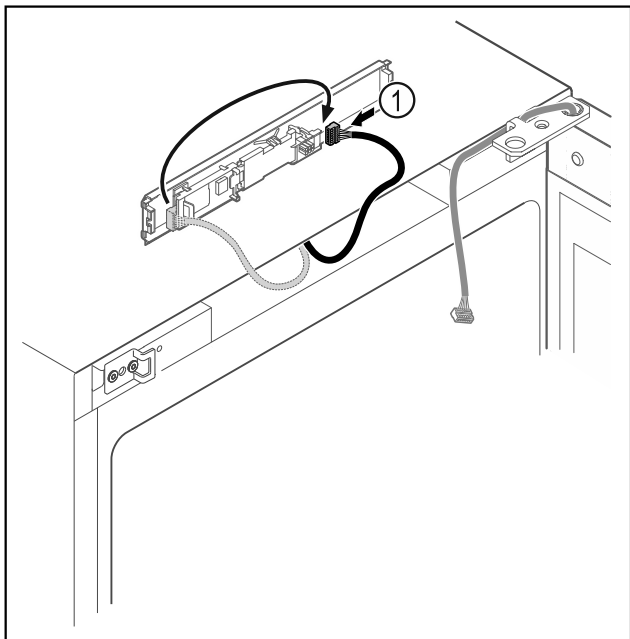

Fig. 11
- ▶ Wtyczkę Fig. 11 (1) należy ponownie podłączyć do płytki drukowanej.